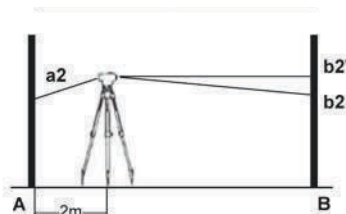

Рис.11
2) Установите прибор на расстоянии 2 м от точки А. Возьмите отсчеты "a2" и "b2" (Рис.11).